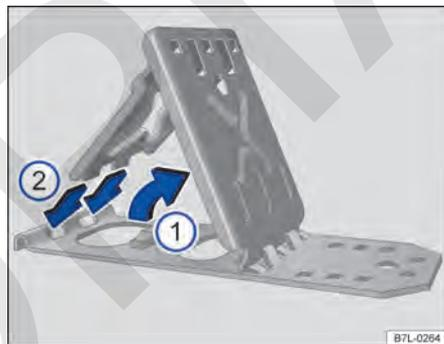

Fig. 205 Desplegar el calzo plegable.
- Levante la placa de apoyo → **fig. 205** ①.
- Introduzca las dos “pestañas” de la placa de fijación en los orificios alargados de la placa soporte → **fig. 205** ②.